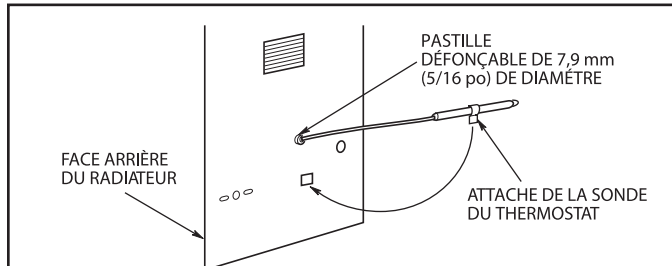

Figure 1. Montage d'un capillaire de thermostat interne
1. Retirer la pastille défonçable de 7,9 mm (5/16 po) du panneau arrière du radiateur et acheminer le tube capillaire par le trou (Figure 1).
3. Retirer la pastille défonçable de 7,9 mm (5/16 po) de la face arrière du radiateur et acheminer le tube capillaire par ce trou (voir la figure 1).